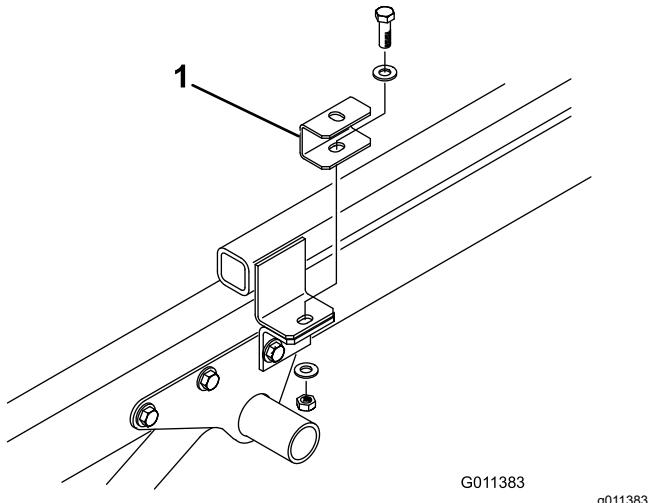

Figura 7
4. Fissate una staffa distanziale sopra ogni linguetta del telaio di traino con la vite a testa cilindrica, le 2 rondelle piene e il dado di bloccaggio rimossi precedentemente (Figura 7).
6. Posizionate la macchina sul telaio del veicolo Workman, allineando i fori nelle staffe di montaggio posteriori con i fori su ciascun lato del telaio (Figura 7).